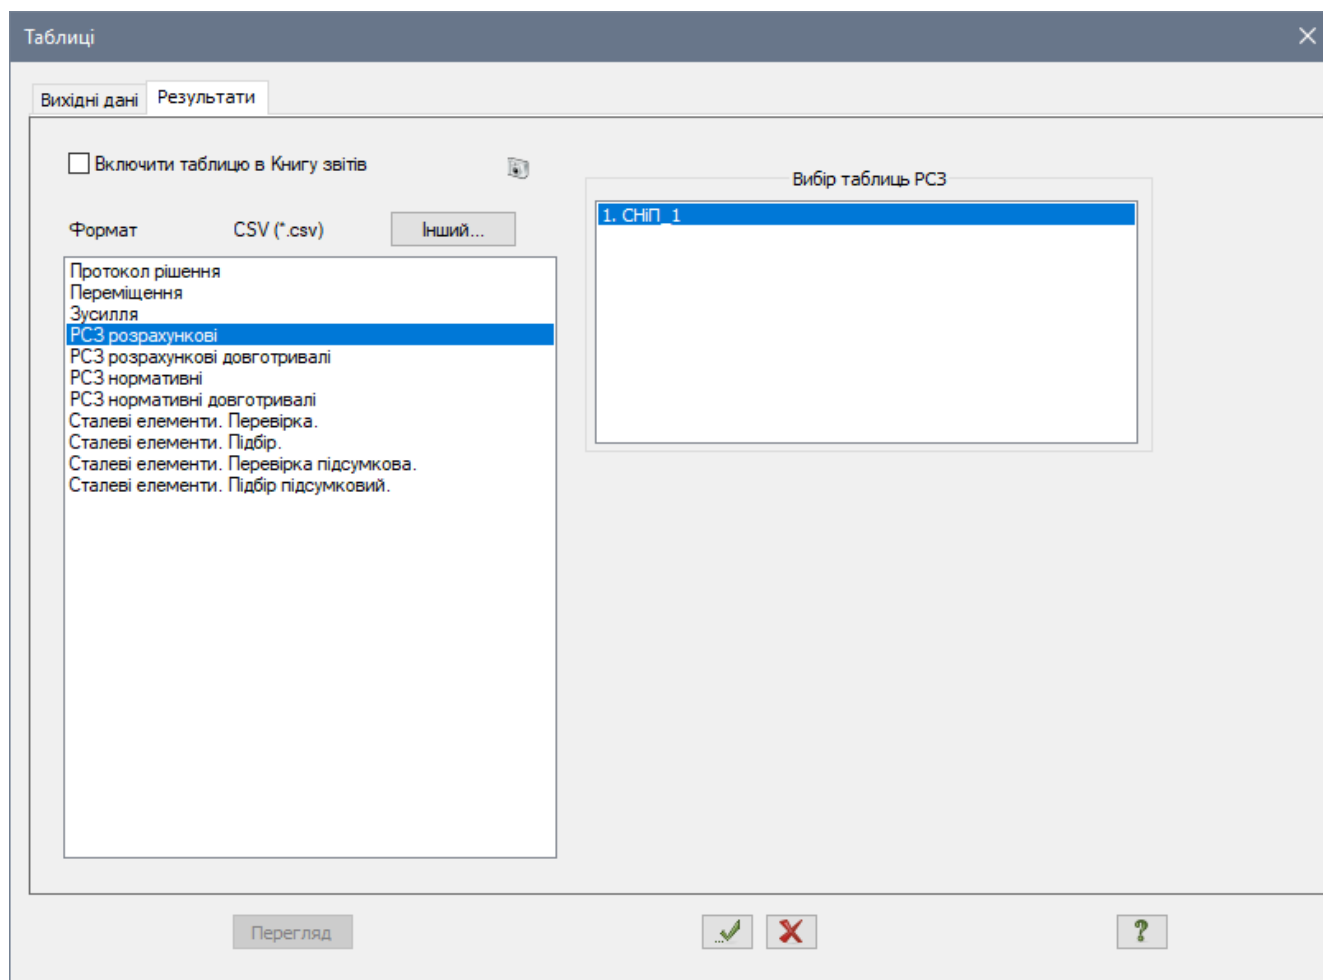

Рис. 12.29. Діалогове вікно Таблиці
- Після цього в діалоговому вікні **Таблиці** (рис. 12.29) виділіть рядок **PC3 розрахункові**.